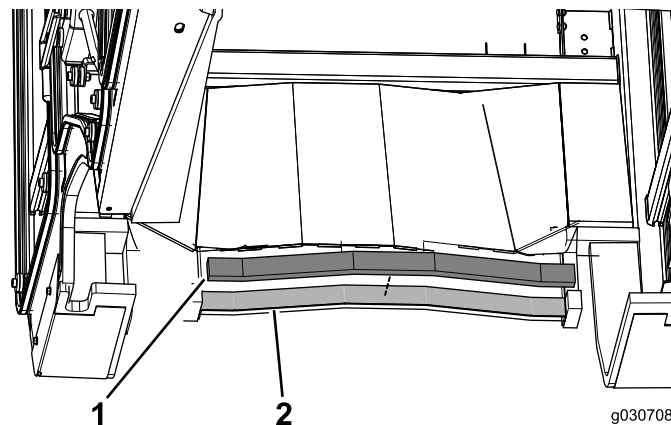

Figura 15
3. Aplique la junta de espuma trasera a la parte trasera de la cabina (Figura 15).